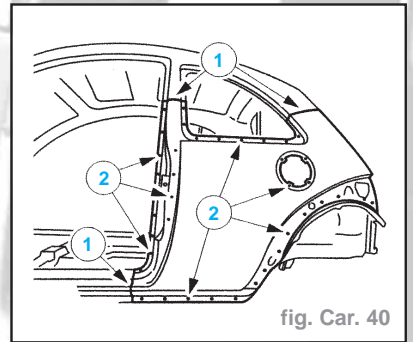
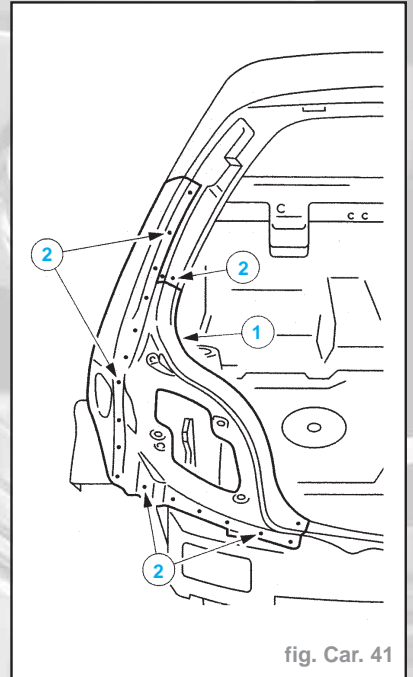

fig. Car. 40
fig. Car. 41
- Effectuer une découpe partielle (fig. Car. 40) :
- procéder à une découpe approximative (1).
- fraiser les points de soudure (2).
- Déposer le panneau latéral et le panneau de montage de bloc de feux arrière du panneau latéral intérieur et du panneau arrière (fig. Car. 41) :
- meuler les points de soudure de l'extérieur au moyen d'une meuleuse axiale (1).